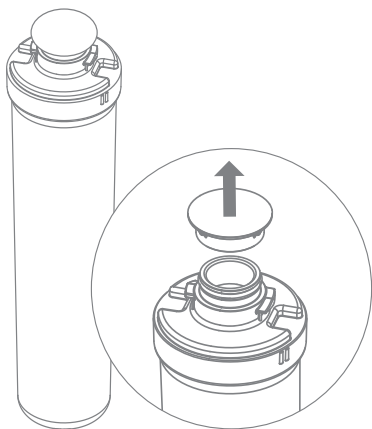

Рис. 2
1. Удалите заглушки с картриджей (рис. 2).